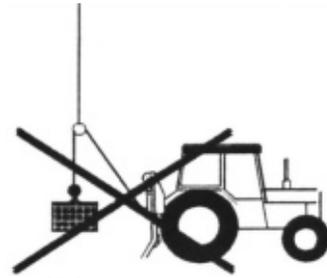

Bild 5
- » Die Winde darf zu keinem anderen Verwendungszweck eingesetzt werden, z. B. zum Lastheben.(Bild 5)